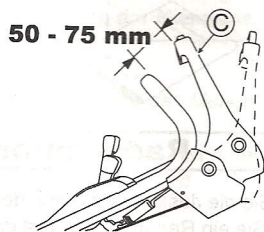

Fig. 14.
Réglez de telle façon que la lame commence à tourner lorsque la distance entre le Levier de la lame (C) et la poignée est de 50 - 75 mm, avec le bouton jaune enfoncé ainsi qu'illustré dans la Fig. 14.